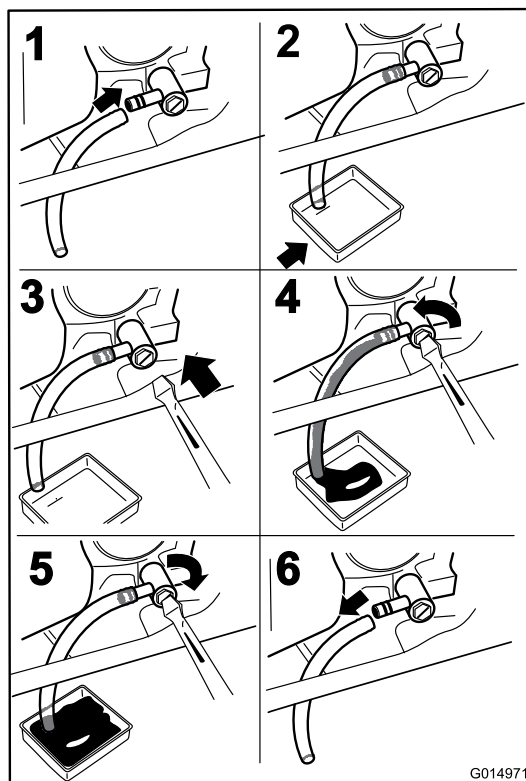

Figure 34
3. Avant de quitter la position de conduite, coupez le moteur, enlevez la clé de contact et attendez l'arrêt complet de toutes les pièces mobiles (Figure 34).